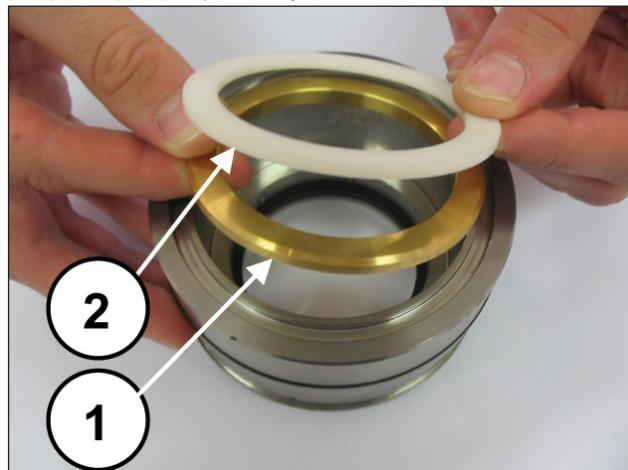
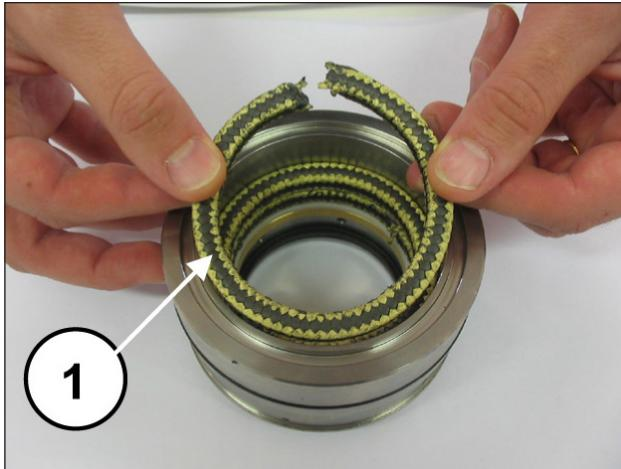
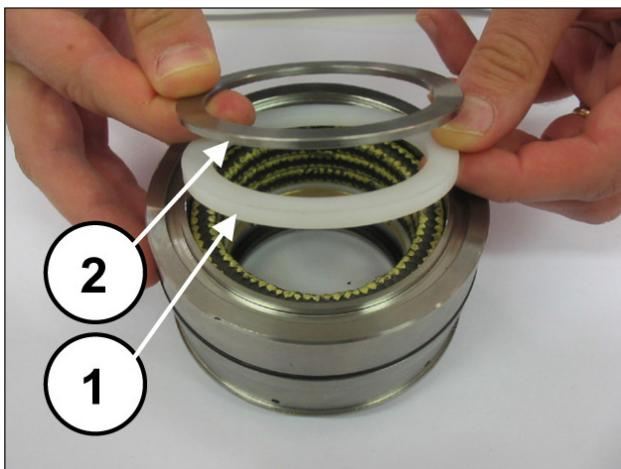

图 170
图 171
图 172
安装支撑环和防挤压环（位置①②，图 170）、三个护垫（注意确保保护垫（位置①，图 171）相互之间成120°角）、护垫防刮环和弹簧环（位置①②，图 172）。